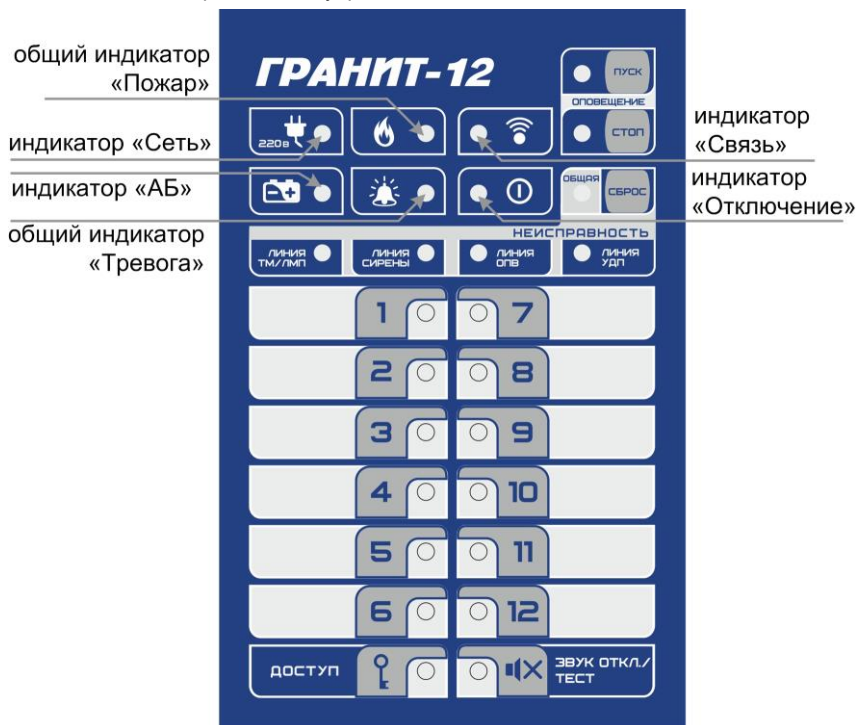

Рис.2 Панель индикации и управления прибора Гранит-12
Прибор состоит из корпуса и съёмной крышки. В корпусе расположена плата контроллера и плата источника питания (рис.1). На плате контроллера установлена панель индикации и управления (рис.2).
3.2 На панель индикации и управления прибора (см. рис.2) выведены: